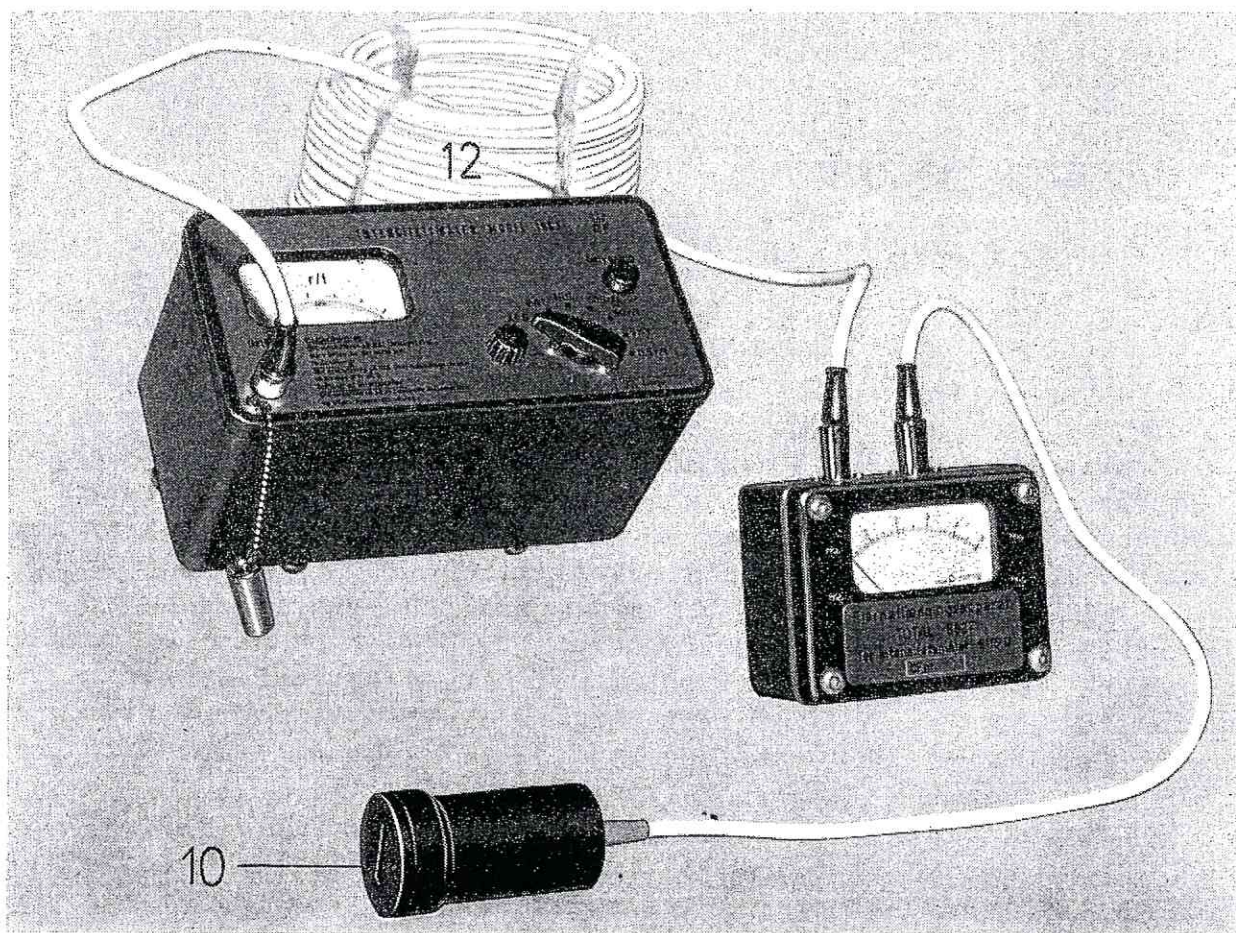

Fig. 7 Intensitetsmåler med fjernaflæsningsapparat og batteriadapter.
4.1.6. Fjernaflæsningsapparat. Ved anvendelse af fjernaflæsningsapparatet (11, fig. 7) kan intensitetsmåleren også anvendes på stærkt strålingsudsatte steder, hvor et længere ophold af personer ikke er muligt
Fjernaflæsningsapparatet består af et regntæt stålblekhus, i hvilket der er anbragt et viserinstrument. På huset er der anbragt to stikdåser til tilslutning af batteriadapteren og til forbindelse af fjernaflæsningsapparatet med intensitetsmåleren (fig. 7). Denne forbindelse sker ved hjælp af et 30 m langt kabel (12, fig. 7), der er forsynet med stik i begge ender.